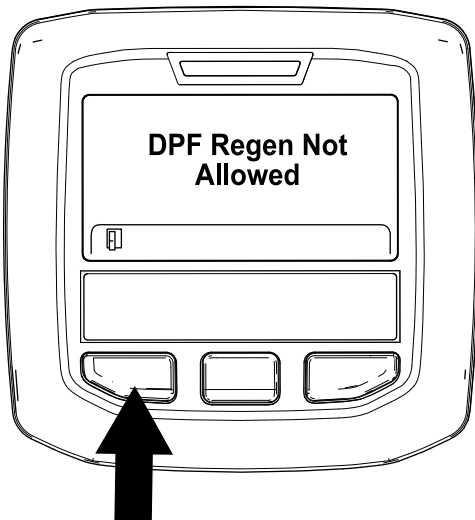

Figura 53
- Si el ordenador del motor no permite el proceso de regeneración, aparece el mensaje “DPF Regen Not Allowed” (Regeneración de DPF no permitida) en el InfoCenter (Figura 53). Pulse el botón de la izquierda para salir a la pantalla de inicio.